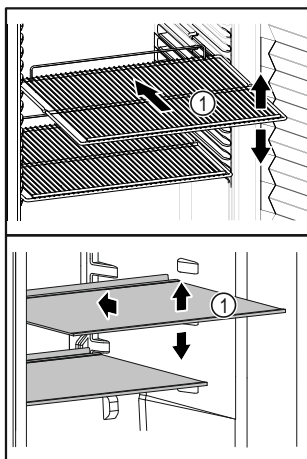

Fig. 63 Représentation à titre d'exemple
- ❑ Si les surfaces de rangement Fig. 63 (1) sont mobiles, les régler en hauteur.